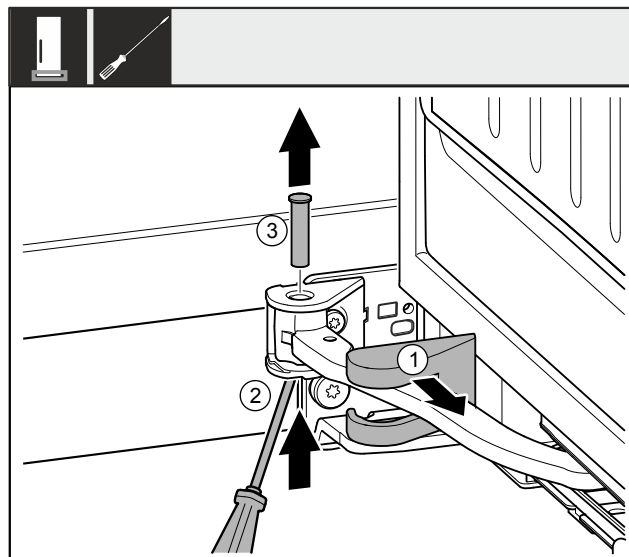

Fig. 9
- Retire la cubierta del soporte del cojinete Fig. 9 (1) y deslícela a lo largo de la bisagra.
- Levante el perno Fig. 9 (2) desde abajo con un destornillador.
- Extraiga el perno Fig. 9 (3) desde arriba.